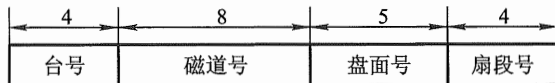

图 4.72 例 4.13 磁盘地址格式
(2) 根据每个记录块(即扇段)有 1 024 B,故每个磁道有  $16\,384 \text{ B} / 1\,024 \text{ B} = 16$  个扇段。
(3) 磁盘地址格式如图 4.72 所示。其中;台号 4 位,表示有 16 台磁盘机;磁道号 8 位,能反映 203 道;盘面号 5 位,对应 11 个盘片共有 20 个记录面;扇段号 4 位,对应 16 个扇段。